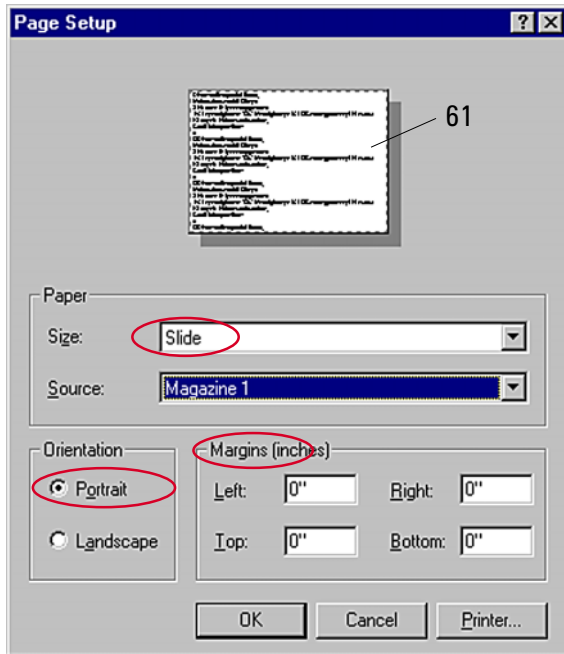

Fig. 28
À cet effet, appelez dans le menu **FICHIER** → **MISE EN PAGE** la boîte de dialogue du même nom (fig. 28).
2. Réglez dans le champ **MARGES** toutes les marges à « 0 mm » ; la représentation de la zone imprimable (**61**) change comme le montre la fig. 28.